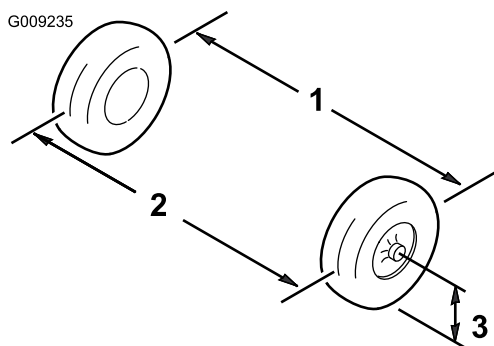

Figura 54
3. Misurate la distanza tra i pneumatici anteriori all'altezza dell'assale, davanti e dietro le ruote (Figura 54).